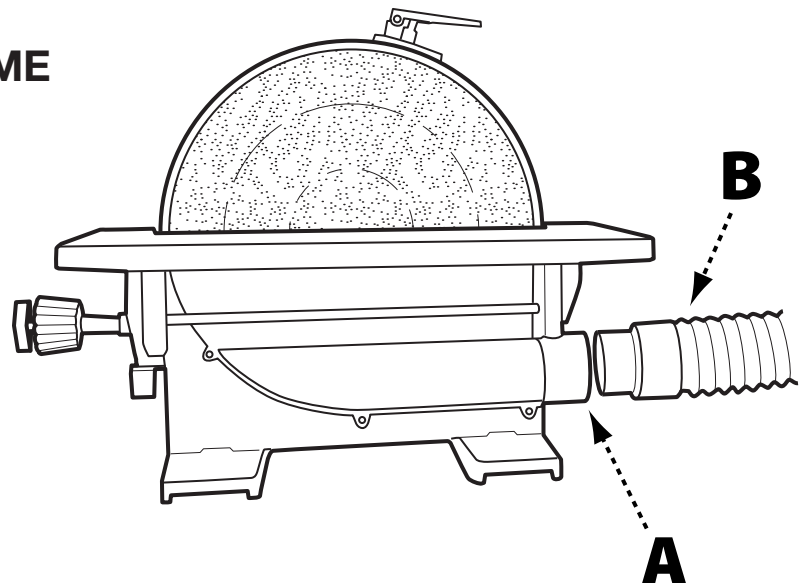

FIGURE 4
La ponceuse à disque de 30,5 cm a un ventilateur intégré efficace qui permet une excellente récupération de la poussière. Il est recommandé de connecter l'appareil à un dispositif de dépeussierage avec la sortie de poussière de 5,71 cm (A) comme indiqué à la Figure 4.